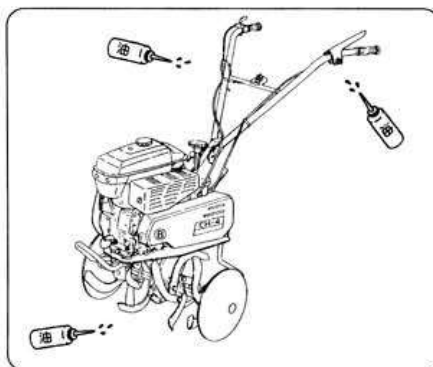

図35
4) 注 油 (図35)
- ❶ 各作動部分には油差しで注油してください。
- ❷ 各々のレバー類と軸受部分等
- ❸ 各々のワイヤには注油口よりワイヤを作動させがらおこなってください。特に露出部分には念入りにおこなってください。